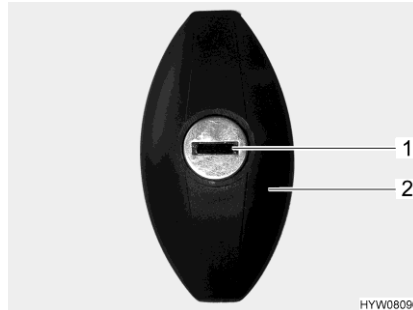

Fig. 37 Serrure du portillon
- Insérer la clé dans le barillet (Fig. 37,1) et la tourner d'un demi-tour dans le sens inverse des aiguilles d'une montre. La poignée de la serrure (Fig. 37,2) ressort.